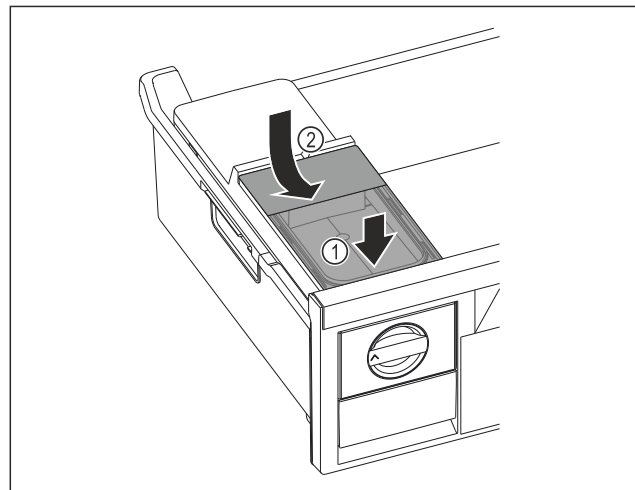

Fig. 157
- ▶ Установите бак для воды спереди. Fig. 157 (1)
- ▶ Опустить бак для воды сзади. *Fig. 157 (2)*